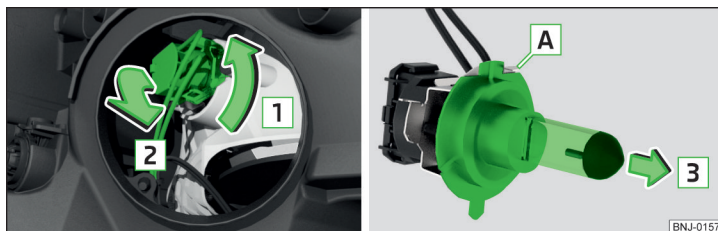

Fig. 212 Cambiar la bombilla de la luz de cruce
- Girar el conector con la bombilla en el sentido de la flecha **1** » fig. 212.